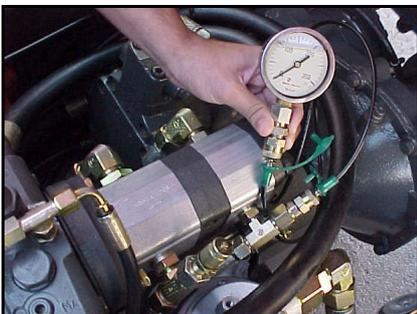

fig. 1
- Conectar un manómetro en la toma existente en la bomba de la dirección hidráulica. La escala del manómetro ha de ser de 200 bar o superior (fig. 1).
- Sacar el tapón (1) desenroscando y girar con un destornillador el tornillo interior en el sentido de las agujas del reloj para incrementar la presión hidráulica y al revés para reducirla.